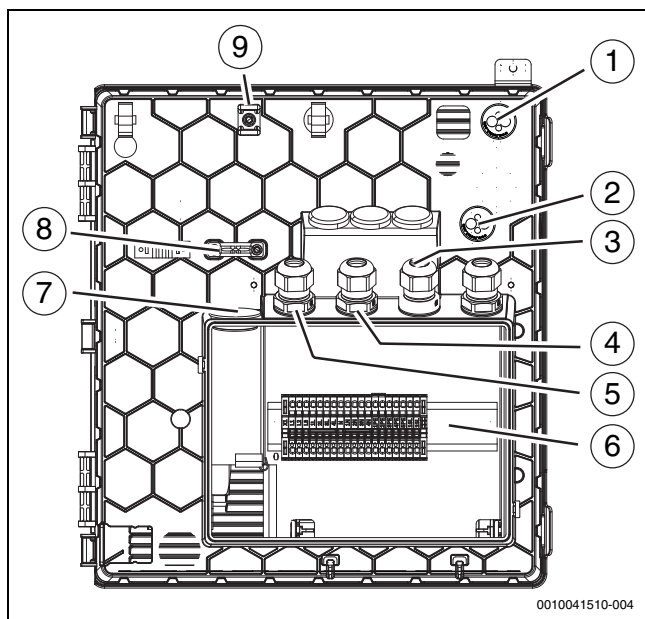

Bild 31 Kabeldurchführungen zum Klemmenkasten
Bei Kabeldurchführungen (→ Abbildung 31 [1], [2], [7]) genügt ein kleiner Einstich in die Membran, dann können die Leitungen durchgeschoben werden.
- Nach dem Einführen der Kabel die Kabelverschraubungen festziehen (→ Abbildung 31 [3], [4], [5]).
- Die festgelegten Befestigungspunkte [9] für die Befestigung der durch die Einführungen geführten Kabel verwenden (→ Abbildung 31 [1], [2]).